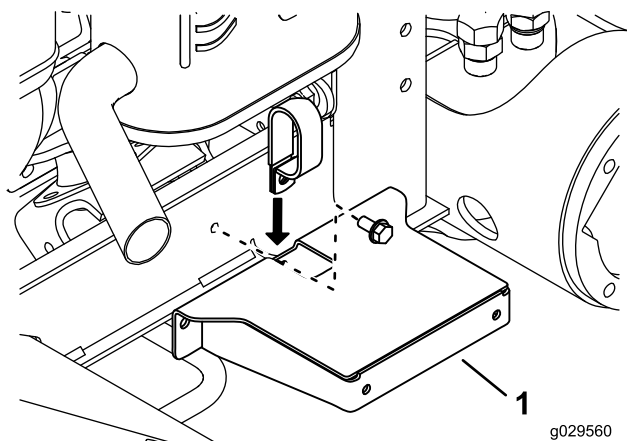

Figura 3
2. Introduzca la parte inferior de la abrazadera a través de la ranura de la parte superior del soporte del guardabarros (Figura 3).
8. Monte provisionalmente la abrazadera y el soporte del guardabarros en el canal del bastidor con la abrazadera, el perno y la tuerca (ver Figura 3).